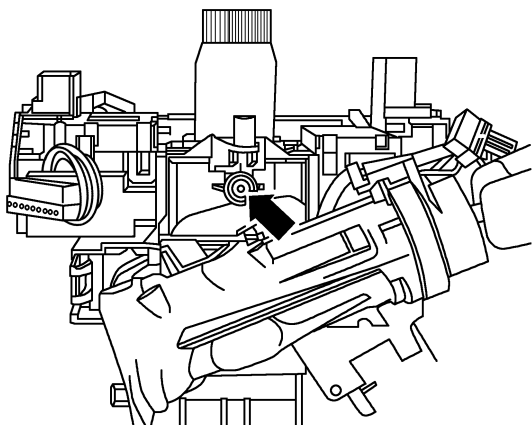

图 5-4-4 拆卸转向柱组合开关
- ④ 间歇式刮水器运行开关。
- ⑤ 车窗玻璃刮水器间歇运行调节器。
- ⑥ 车窗玻璃清洗泵开关(清洗刮水自动装置和前照灯清洗装置)。
- ⑦ 多功能显示器调用按钮。
- ⑧ 多功能显示器存储开关。
- ① 断开蓄电池搭铁线。
- ② 拆卸方向盘。
- ③ 拆卸转向柱饰板。
- ④ 拆卸转向柱电子装置控制单元 J527。
- ⑤ 旋出螺栓(箭头处), 稍微提起整个转向柱组合开关以竖直方向从转向柱组合开关支架中拉出, 如图 5-4-4 所示。